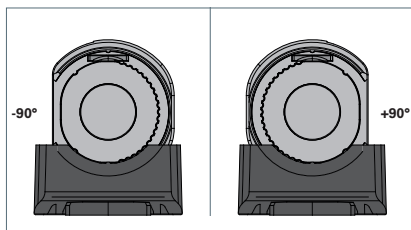

Fig. 5: Leuchte ausrichten bei -90° oder +90°.
- ▶ Drehen Sie die Leuchte in einen Winkel von genau -90° oder +90°, siehe Fig. 5.